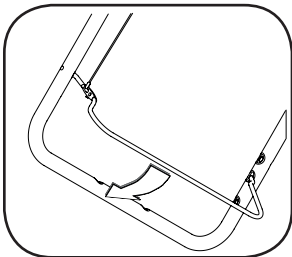

Figure 6
1. Pour vérifier le réglage, placez la souffeuse sur une surface plate. La plaque doit être réglée de manière que les roues, la plaque et la tarrière touchent le sol simultanément lors de l'utilisation de la souffeuse. Voir la Figure 6. Si la neige souffie en dessous du logement de la souffeuse la plaque peut être réglé trop haut. Si la plaque présente des signes d'usure excessive, ou la souffeuse n'auto-propulse pas, la plaque peut être ajusté trop bas
1. Pressez la manette de commande contre le guidon supérieur pour enclencher les tarières. Voir la Figure 6.